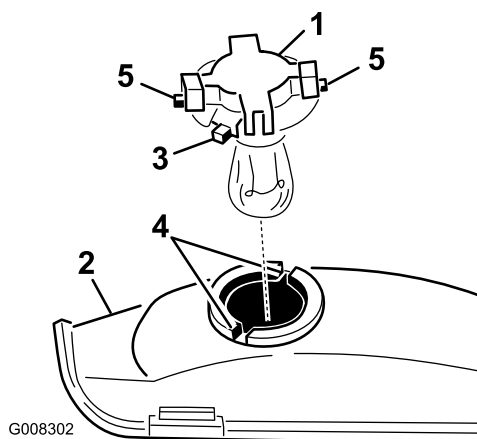

Figura 31
7. Ruotate il portalampada di 1/4 di giro in senso antiorario e toglietelo dal riflettore (Figura 31).